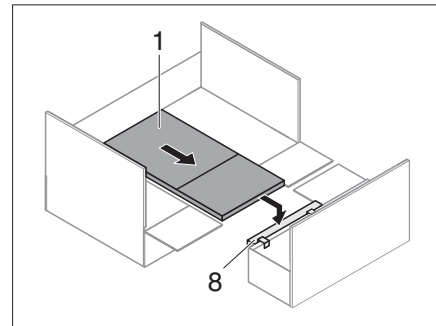

Bild 223 Tisch auf Bettkasten-Auflage
- Bettkasten-Auflage (Bild 223,8) einhängen.
- Einhängetisch (Bild 223,1) ausziehen und auf eingehängter Bettkasten-Auflage (Bild 223,8) positionieren.